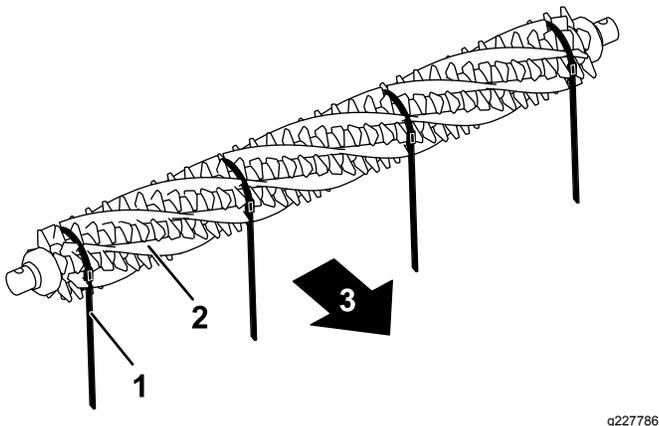

Figura 18
- De um lado do cilindro do rastelo, faça deslizar uma escova para cada ranhura em torno de todo o comprimento do cilindro do rastelo (Figura 18).
**Importante:** Deve envolver as fitas em torno da lâmina do rastelo e conjunto de escova na direção de rotação principal. Figura 18 mostra as fitas instaladas para rotação para a frente.